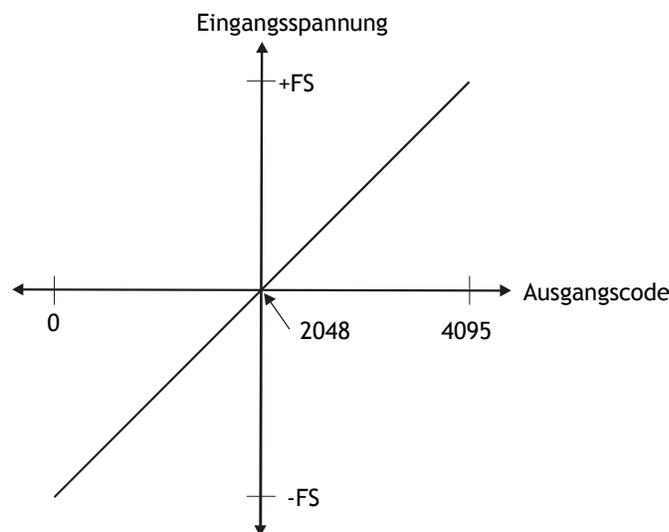

Abb. 3-9 Ideale A/D-Wandlungs-Übertragungsfunktion
In Abb. 3-9 wird eine ideale, fehlerfreie Übertragungsfunktion des RedLab 1008 gezeigt. Die typische kalibrierte Genauigkeit des RedLab 1008 ist bereichsabhängig; dies wird im Kapitel „Spezifikationen“ dieses Handbuchs erläutert. Wir benutzen hier einen Bereich von  $\pm 10\text{ V}$ , um Ihnen beispielhaft zu demonstrieren, was Sie bei der Ausführung einer Messung in diesem Fall erwarten können.
**Der Genauigkeits-Graph in Abb. 3-9 ist so angelegt, dass nicht Maßstabstreue, sondern Klarheit und Übersichtlichkeit im Vordergrund stehen.**